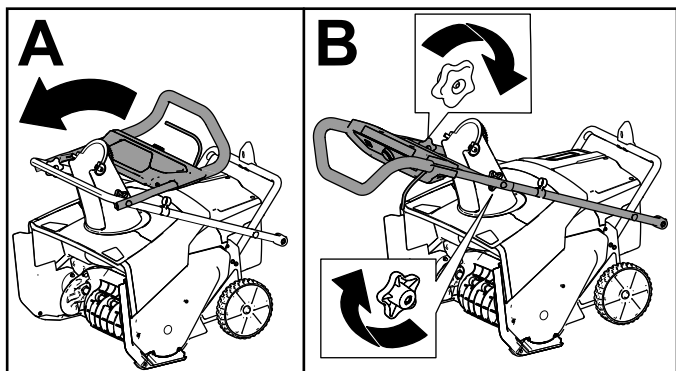

Figura 3
2. Desfaceți mânerul superior și permiteți fixarea în poziție a butoanelor acestuia (A din Figura 3).
3. Strângeți butoanele mânerului (B din Figura 3).